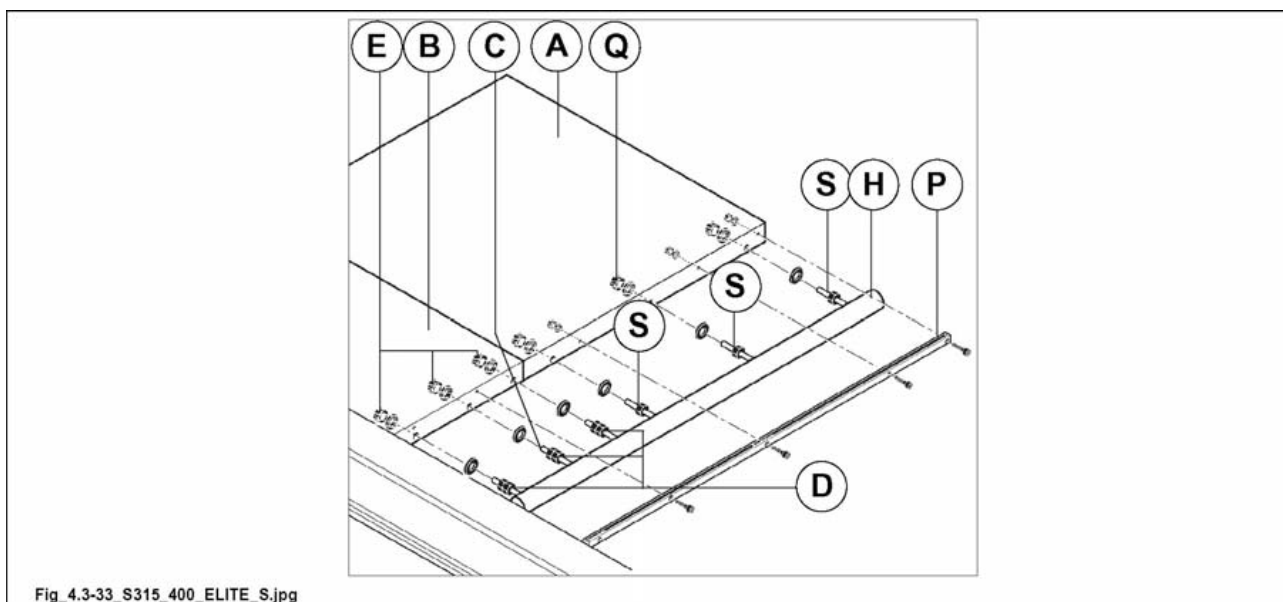

Abb. 4.3-33
die Muttern (D Abb. 4.3-33) nicht lockern, da sie von unseren Technikern für die richtige Positionierung der zylindrischen Führung eingestellt wurden.
- 2) Mutter (E Abb. 4.3-33) anziehen.
- 3) Die Muttern (S Abb.4.3-33) an der zusätzlichen Fläche (A Abb.4.3-33) von Hand anschrauben und achtgeben, daß die Führung (H Abb.4.3-33) dabei nicht verformt wird; abschließend die Muttern (Q Abb.4.3-33) festspannen.
- 4) Kontrollieren Sie, ob die Führung (H Abb.4.3-33) linear ausgerichtet ist und nehmen Sie, falls notwendig, die entsprechenden Einstellungen mit Hilfe der Muttern (S Abb.4.3-33) vor.
- Den Schlauch (mit Zahnstange) (P Abb. 4.3-33-1) montieren und mit einem Probeschnitt prüfen, ob die Breite der Platte der Ablesung auf dem Schild (R Abb. 4.3-33-1) entspricht; falls die richtige Stellung eingestellt werden muss, lockert man die Befestigungsschrauben (T Abb. 4.3-33-1) und positioniert dem Schild (R Abb. 4.3-33-1) neu.